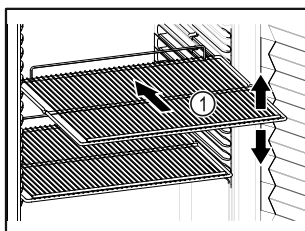

Fig. 58
- ❑ Wenn Abstellroste Fig. 58 (1) versetzbar sind, je nach Höhe anpassen.